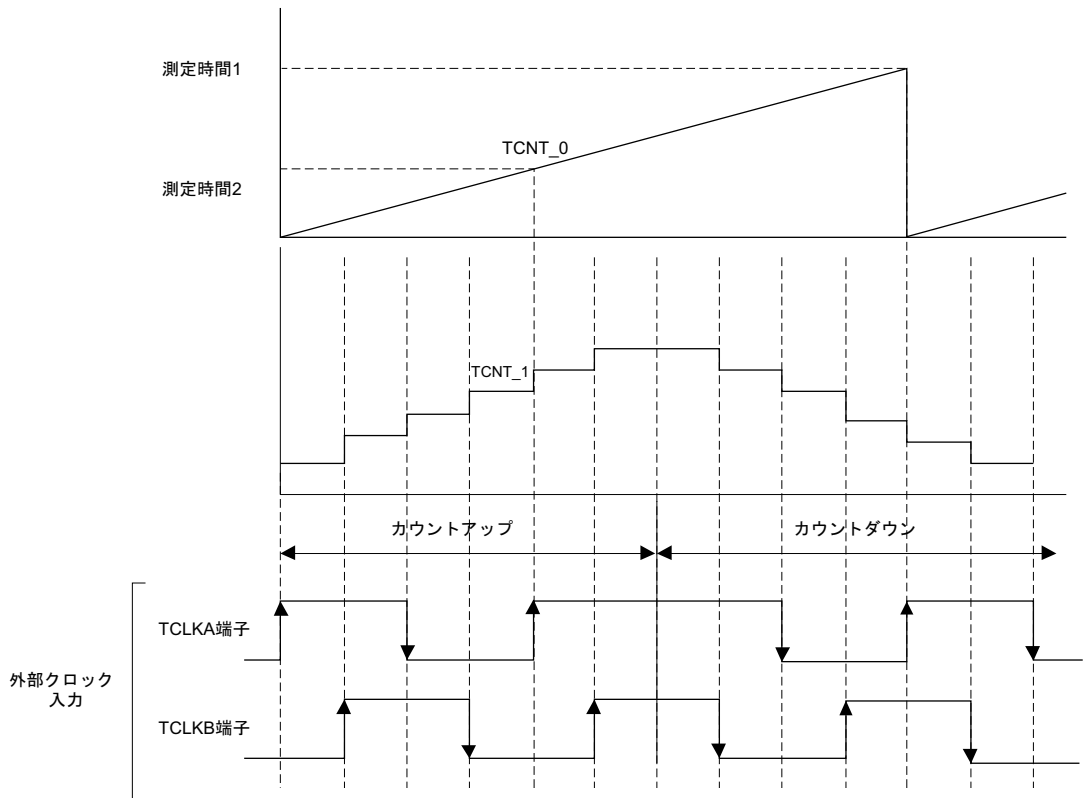

図 2.22 2相エンコーダカウンタの取り込み
- (1) 図2.22に示すようにch1に2本の外部クロックを入力し、そのパルスの位相差によりカウンタをカウントアップまたはカウントダウンします。またch0に設定した測定時間(測定時間1、2)に同期してch1のカウンタ数を測定し、結果をRAMに設定します。
- (2) タイマカウンタの初期値をH'0000として、ソフトウェアカウンタを用いて-2147483648～2147483647までカウントできます。